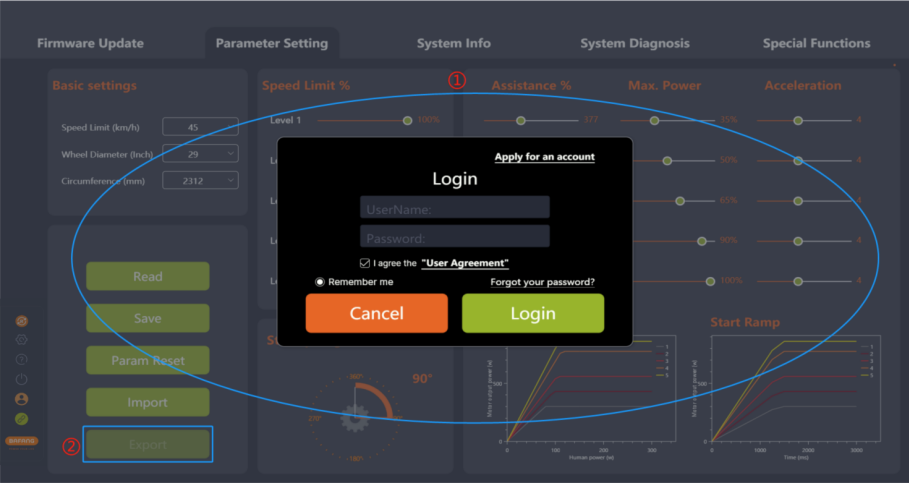

图 5-19 导出
2. 点击“导出”，如未登录会弹出登录界面，提示用户登录（如图 5-19）；